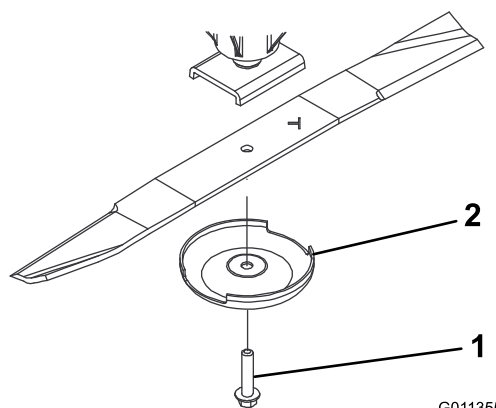

Рисунок 72
3. Возьмитесь за конец ножа, используя ветошь или перчатку на толстой подкладке, отверните болт ножа, снимите защитный колпак и нож с вала шпинделя (Рисунок 72).
4. Используя защитный колпак и болт ножа, установите нож загипом в направлении режущей деки (Рисунок 72).